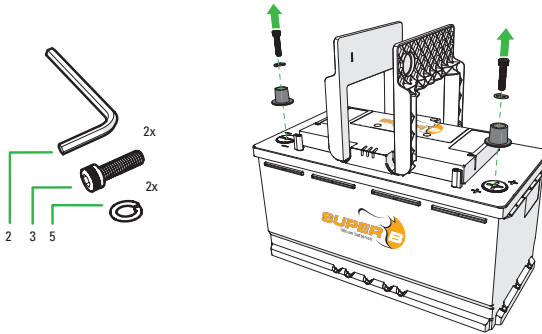

Abbildung 6. Entfernen Sie die Kfz-Batteriepole.
1. Entfernen Sie die Kfz-Polklemmen. (Abbildung 6)